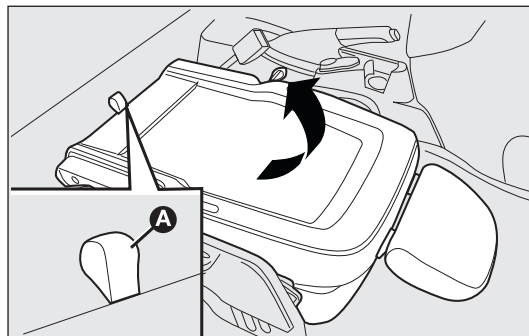

Рис. 25
- потяните язычок А- рис. 25 поднимите спинку вверх;